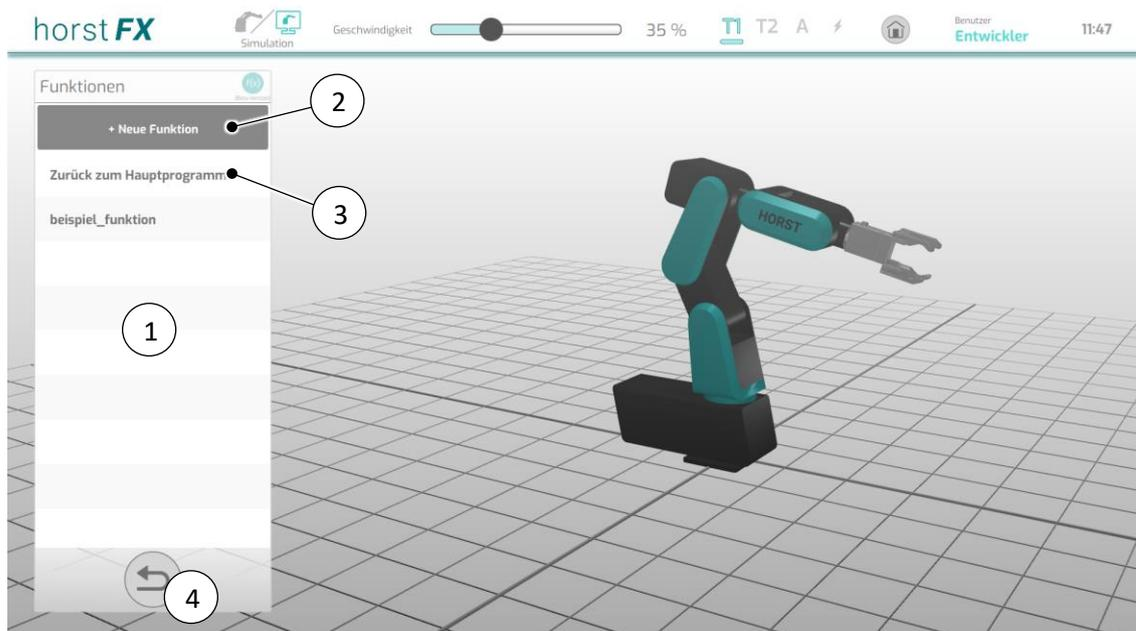

Abb. 5-61: Funktions-Auflistung
Durch Antippen des Buttons **f(x)** (1) in der Programmieransicht wird der Programmbaum durch eine Auflistung aller bestehenden Funktionen ersetzt (s. Abb. 5-61).